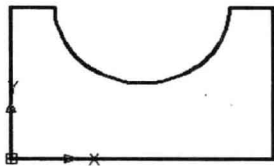

图 1-18 合并二维图形元素
(4) 单击“修改”工具栏上的“合并”按钮, 对二维图形元素运用合并功能, 整合成一个对象, 效果如图 1-18 所示。命令行如下: